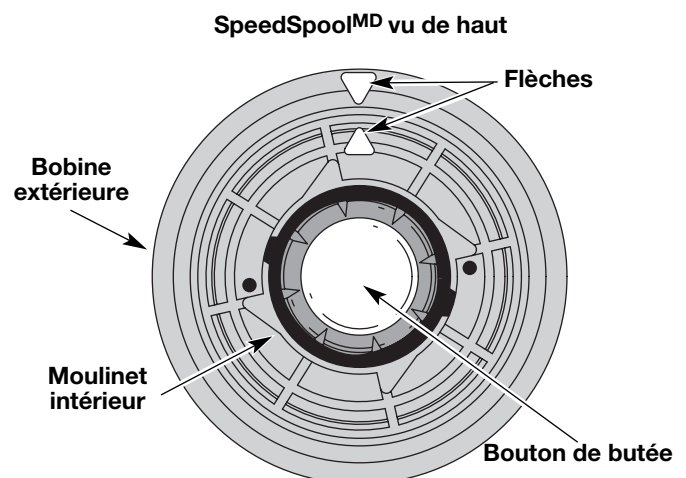

Fig. 12
2. Alignez la flèche du moulinet intérieur avec celle de la bobine extérieure (Fig. 12).